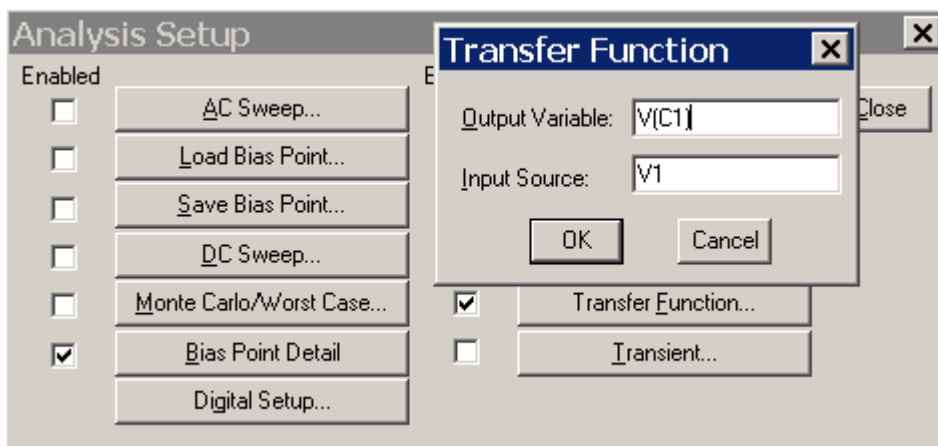

Рисунок 1.5 – Настройка параметров анализа для расчета малосигнальной передаточной функции в режиме по постоянному току
**1.5.1** С помощью меню **Analysis > Setup** открыть окно **Transfer Function** (**рис. 1.5**). В поле **Input source** ввести имя входного источника. В поле **Output variable** ввести обозначение выходного параметра.